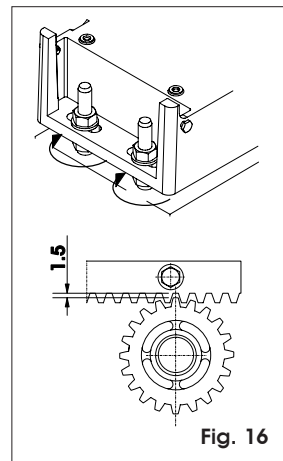

Fig. 16
- Finalizada la instalación de la cremallera, para garantizar un correcto engranaje con el piñón, es conveniente bajar unos 1,5 mm (Fig. 16) la posición del motorreductor.